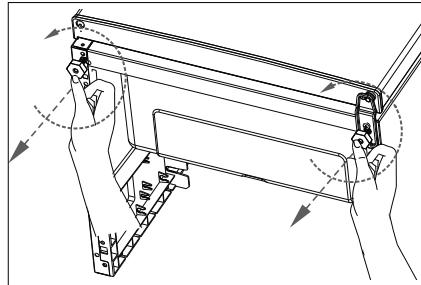

Fig. 1
- Drej temperaturregulatoren (1) ud over position 1 kortvarigt til position ●. Der høres et klik. Apparatet fra-kobles. Træk derefter netstikket (8) ud af stikkontakten.
- Fjern fryseskufferne (9) og glashylderne (2/3) som beskrevet i følgende kapitel.
- ▶ Drej begge apparatfødder (7) ud mod uret (fig. 1).
- ▶ Hold fryseskabsdøren (4) lukket.